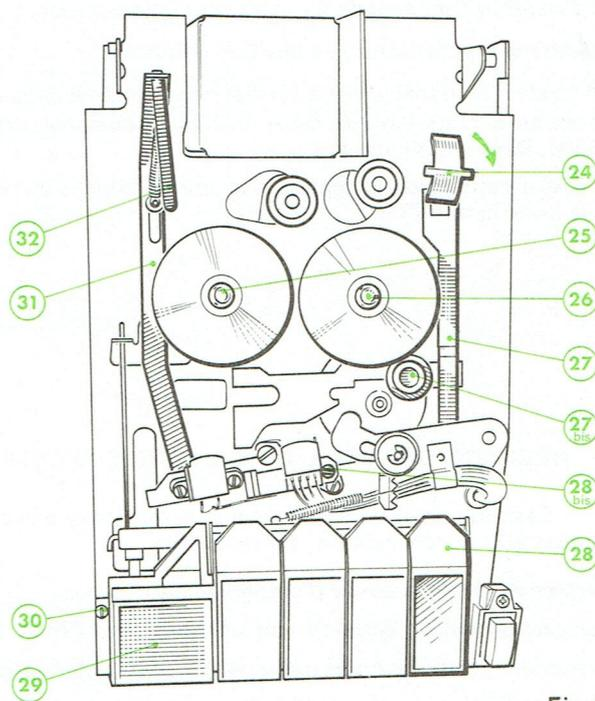

Fig. 5
- Pousser vers les touches de commande la glissière d'éjection (27) (voir Fig. 5).
- Introduire le porte-cassette côté tableau de commande après avoir glissé dans la fente appropriée, le palpeur (32) (voir Fig. 5).
- Remettre en place la platine tout en fermant le porte-cassette. Pendant cette opération accrocher le palpeur (32) sur la glissière (31) (Fig. 5) et relever légèrement dans le sens de la flèche le culbuteur (24).
### 5° - DEMONTAGE DE LA TOUCHE ENREGISTREMENT (Fig. 5).
- Enlever le ressort (19), redresser les pattes de fixation (14) et (17) de la palette de verrouillage (12) et la retirer.
- Enlever la goupille (21) et le ressort (20).
- Enlever les trois ressorts (13), (15), (18) pour le rappel des touches, le ressort (16) pour le rappel du levier de frein.
- Retirer l'axe des touches (28) (Fig. 5).
### 7° - DEMONTAGE DES PORTE-BOBINES (Fig. 5)
- Enlever la poulie d'entraînement intermédiaire (27bis) (Fig.5).
- Introduire dans le support-palier (41) la poulie d'entraînement (42).
- Introduire l'axe du cabestan (38) dans l'ensemble support-palier (41) et poulie d'entraînement (42).
- Intercaler entre le palier (43) et la poulie d'entraînement (42) une cale de 0,5 mm.